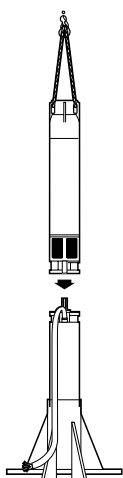

fig. 3
- Haciendo uso del material previsto y reglamentario elevar la bomba en posición perfectamente vertical sobre el motor e irla bajando lentamente, teniendo cuidado de que el eje del motor entre libremente en el alojamiento del manguito de la bomba (fig. 3); en esta fase hay que tener mucho cuidado con las manos!